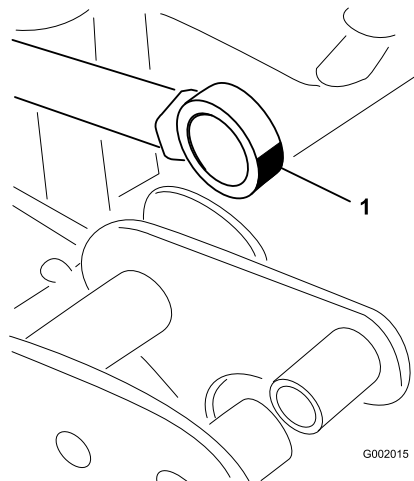

Figure 109
5. Faites pivoter le roulement au bout de la tige de vérin et appliquez de la graisse dans le roulement (Figure 109).